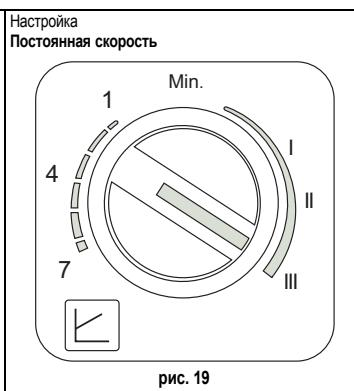

рис. 19
- Настройка постоянной скорости (рис. 19)